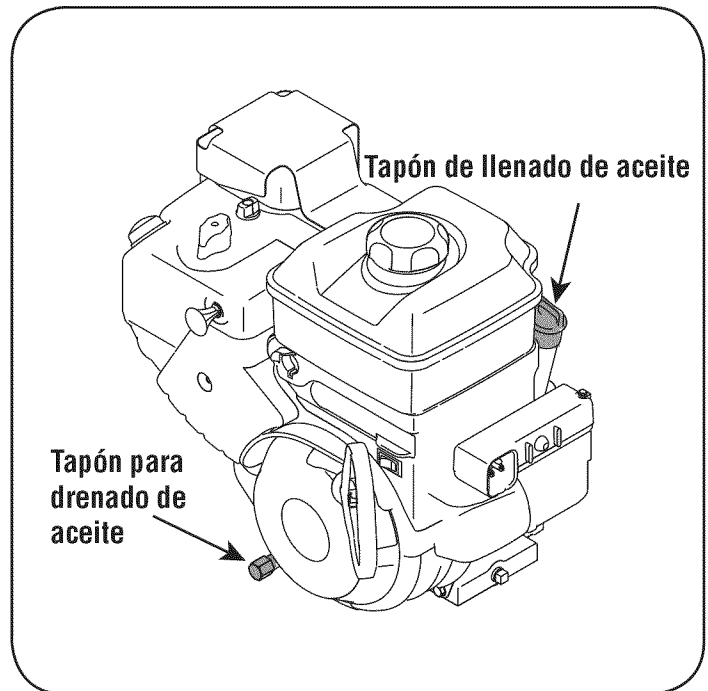

Figura 13
1. Localice el tapón de drenaje del aceite. Vea la figura 13.